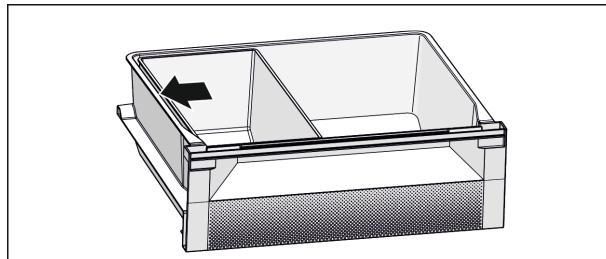

Fig. 7
- Pentru o funcție optimă de răcire: Poziționați separatorul Fish & Seafood conform figurii (vezi Fig. 7).